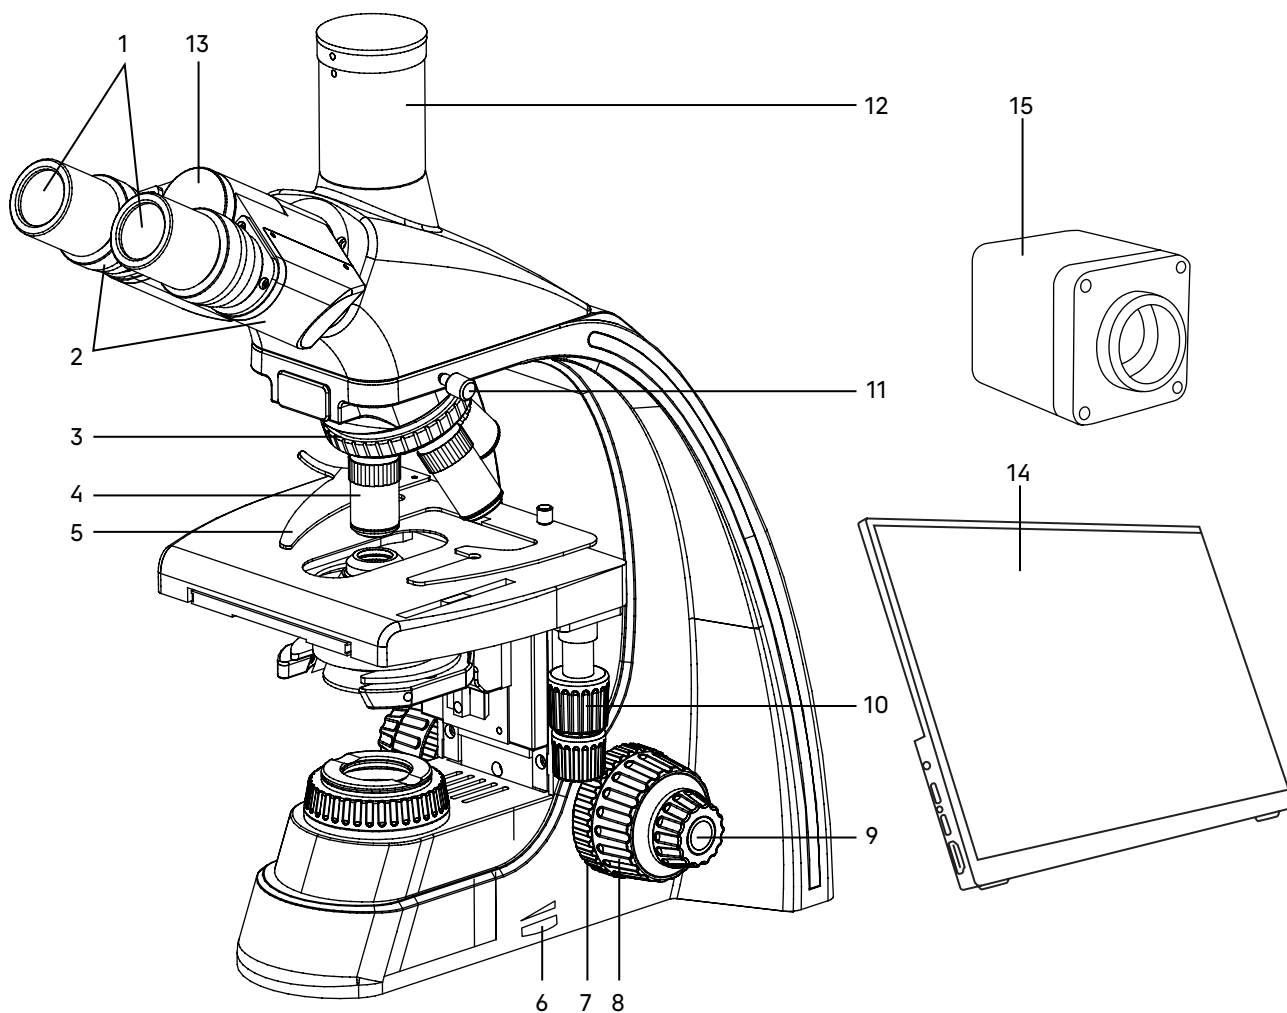
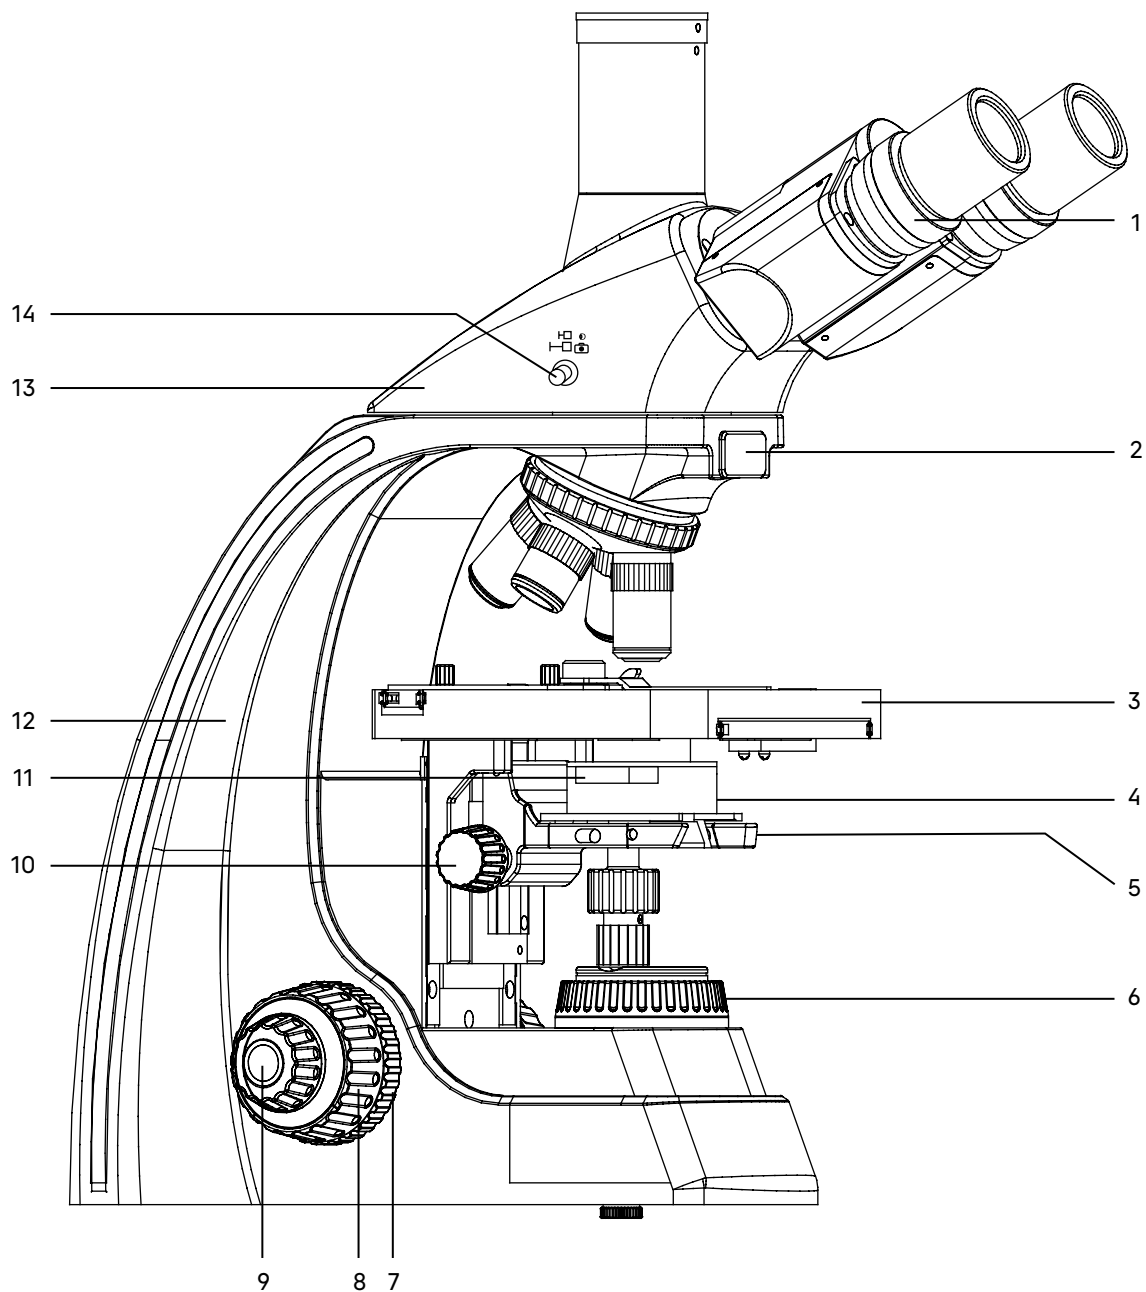

Рис. 1. Микроскоп MAGUS Bio D250 LCD. Вид справа
Рис. 2. Микроскоп MAGUS Bio D250 LCD. Вид слева
Общий вид микроскопа представлен на рис. 1 и 2.
Штатив 12 (рис. 2) представляет собой цельную конструкцию с основанием. Основание имеет Y-образную устойчивую эргономичную форму.
- револьвер 3 (рис. 1) с объективами 4 (рис. 1);
- предметный столик 3 (рис. 2);
- кронштейн конденсора 5 (рис. 2);
- коллектор в оправе с полевой диафрагмой 6 (рис. 2).
Ручка 6 (рис. 1) служит для регулировки напряжения питания источника света.
Фокусировка на объект осуществляется перемещением по высоте предметного столика 3 (рис. 2). Грубая фокусировка производится вращением коаксиальных рукояток 8 (рис. 1, 2), которые размещены по обеим сторонам штатива.
Тонкая фокусировка производится вращением рукояток 9 (рис. 1, 2), расположенных по обеим сторонам штатива. Тонкая фокусировка требуется для точного фокусирования на объект и для подфокусировки микроскопа на резкость изображения при смене объективов и препаратов.
Механизм регулировки жесткости хода грубой фокусировки 7 (рис. 1) – кольцо между штативом и рукояткой грубой фокусировки с правой стороны. С помощью кольца регулируется жесткость хода грубой фокусировки так, чтобы жесткость была комфортной для пользователя, но при этом столик не опускался самопроизвольно во время работы.
Рукоятка блокировки грубой фокусировки 7 (рис. 2) расположена с левой стороны. После завершения грубой фокусировки рекомендуется перевести рычаг в крайнее положение в направлении по часовой стрелке. Таким образом закрепится положение грубой фокусировки для быстрой рефокусировки после смены препарата.
Насадка 13 (рис. 2) обеспечивает визуальное наблюдение изображения объекта. Насадка устанавливается в отверстие штатива 12 (рис. 2) и закрепляется винтом 11 (рис. 1). Насадку при установке развернуть окулярами в сторону предметного столика.
Изменение межзрачкового расстояния в насадке осуществляется разворотом окулярных тубусов 2 (рис. 1) в пределах 48–75 мм. Значение расстояния, установленного в соответствии с глазной базой наблюдателя, отсчитывается по шкале на насадке 13 (рис. 1).
Механизм диоптрийной подвижки окуляров служит для компенсации аметропии глаз наблюдателя. Находится на левом окулярном тубусе – кольцо 1 (рис. 2).
В вертикальный тубус 12 (рис. 1) корпуса визуальной насадки (канал визуализации) для фиксации камеры (видеоокуляра) устанавливается переходник C-mount. Камера служит для вывода изображения на экран компьютера или монитор/телевизор. Переключение светового потока на вертикальный тубус производится рукояткой 14 (рис. 2). Рукоятка имеет два положения: 100/0 и 0/100.
В комплект микроскопа входят окуляры 1 (рис. 1). Окуляры имеют высокое положение выходного зрачка и предназначены для работы как в очках, так и без них.
Револьверное устройство 3 (рис. 1) обеспечивает установку пяти объективов 4 (рис. 1). Смена объективов производится вращением револьверного устройства за конусную рифленую поверхность до фиксированного положения.
Объективы 4 (рис. 1) рассчитаны на длину тубуса «бесконечность». Парфокальная высота объективов составляет 45 мм, линейное поле зрения в плоскости изображения – 22 мм. Рассчитаны для работы с препаратами с толщиной покровного стекла 0,17 мм или без покровного стекла. Микроскоп укомплектован объективами-планахроматами с увеличением 4х, 10х, 40х, 100х. Дополнительно возможна комплектация объективами-планахроматами 20х и 60х.
Конденсор 4 (рис. 2) установлен в кронштейн 5 (рис. 2) под предметным столиком микроскопа. Тип крепления конденсора – «ласточкин хвост». Конденсор устанавливается по направляющим при поднятом столике и опущенном кронштейне. Перемещение конденсора вдоль оптической оси микроскопа осуществляется с помощью рукоятки перемещения кронштейна конденсора 10 (рис. 2), расположенной слева от наблюдателя под столиком микроскопа. Диапазон перемещения конденсора – не менее 21 мм.
Конденсор имеет слот 11 (рис. 2) для установки слайдера темного поля или слайдера фазового контраста.
Двухкоординатный предметный столик 3 (рис. 2) обеспечивает перемещение объекта в двух взаимно перпендикулярных направлениях с помощью рукояток 10 (рис. 1), расположенных на одной оси.
У столика отсутствует выдвижная зубчатая рейка по оси X, что повышает эргономичность работы. Механизм с ременной передачей плавно перемещает объект. Объект крепится на поверхности столика препаратодержателем 5 (рис. 1), для чего прижим отводится в сторону. Препаратодержатель крепится к столику при помощи двух винтов. При снятом препаратодержателе объект можно перемещать рукой.
Встроенный в основание микроскопа осветитель включает коллектор в оправе с полевой диафрагмой 6 (рис. 2) и источник света – галогенную лампу или светодиод.
Включение осветителя осуществляется с помощью выключателя на задней панели штатива. Регулировка яркости осуществляется ручкой 6 (рис. 1).
Полевая диафрагма регулируется (открывается/закрывается) вращением кольца оправы 6 (рис. 2). Питание лампы осуществляется от сети переменного тока частотой 50 Гц через источник электропитания, встроенный в штатив микроскопа.